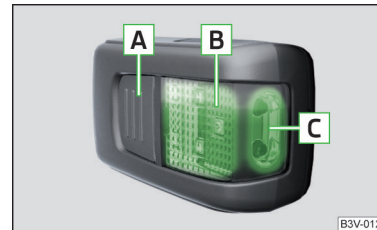

Abb. 138
Beschreibung der Leuchte » Abb. 138
- Zum **Einschalten** der herausgenommenen Leuchte die Taste **A** drücken » Abb. 138. Durch erneutes Drücken wird die Leuchte **ausgeschaltet**.
Wird die Leuchte nicht ausgeschaltet und korrekt in die Halterung eingesetzt, dann werden die LED-Leuchtmittel im vorderen Teil der Leuchte **C** » Abb. 138 automatisch ausgeschaltet.